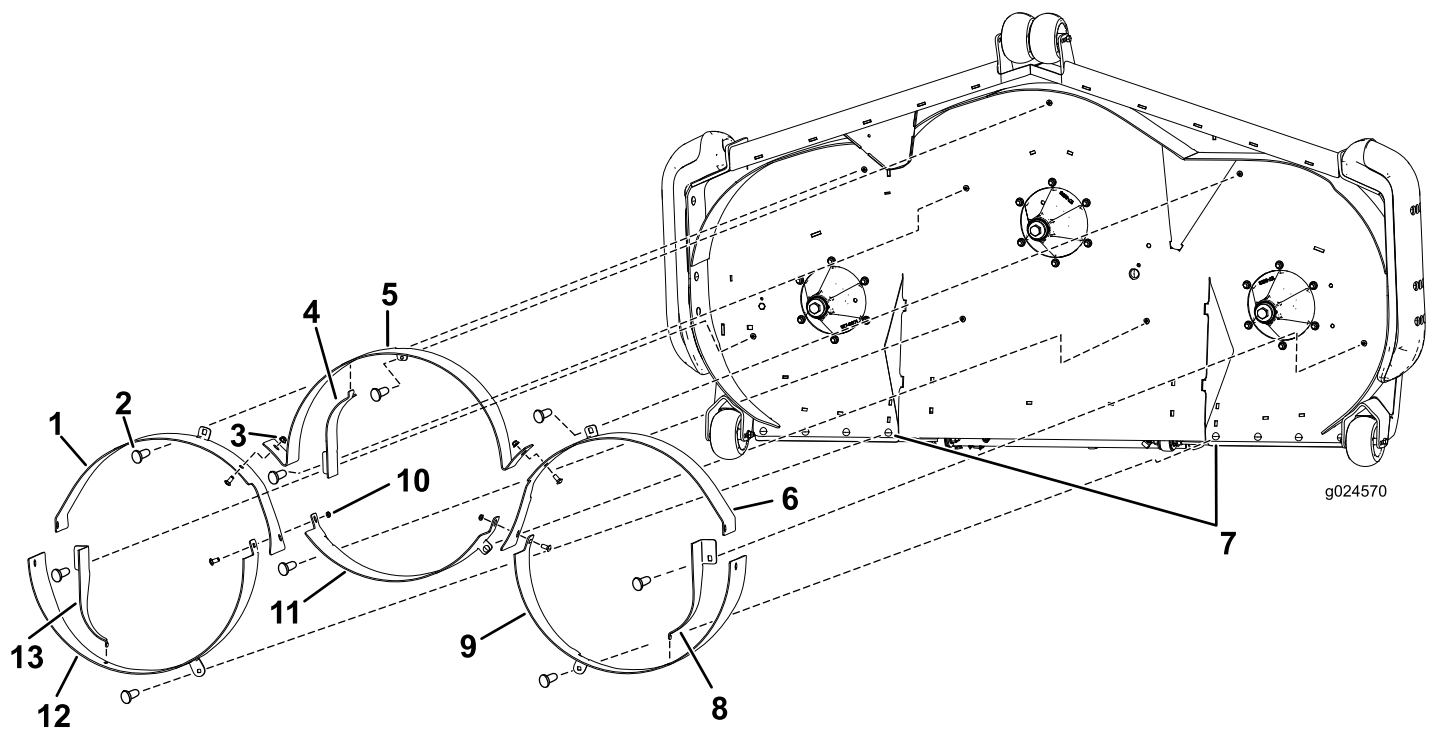

Figura 2
- Montate i deflettori anteriori esterni, utilizzando 1 bullone a testa tonda ($\frac{3}{8}$ " x $\frac{7}{8}$ ") e 1 dado flangiato ($\frac{3}{8}$ ") per deflettore (Figura 2).
- Montate il deflettore centrale anteriore utilizzando 3 bulloni a testa tonda ($\frac{3}{8}$ " x $\frac{7}{8}$ ") e 3 dadi flangiati ($\frac{3}{8}$ "), come illustrato nella Figura 2.
- Montate i deflettori posteriori esterni, utilizzando 1 bullone a testa tonda ($\frac{3}{8}$ " x $\frac{7}{8}$ ") e 1 dado flangiato ($\frac{3}{8}$ ") per deflettore Figura 2.
Nota: Il modello da 183 cm utilizza 1 bullone a testa tonda (5/16" x 1") e 1 dado flangiato (5/16") nella parte posteriore del deflettore destro, deflettore sinistro e foro quadrato più interno sull'aletta interna degli pneumatici su ogni lato (Figura 2).